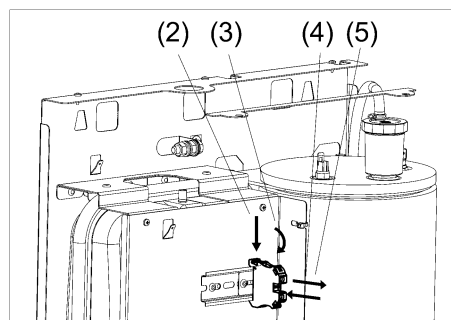

Рисунок 18. Замена клеммных колодок
- (1) Отсоедините провода от колодки, которую требуется заменить (см. рис. 18);
- (2) Используя плоскую отвёртку отогните “язычок” колодки во внешнюю сторону;
- (3) Поверните колодку на угол  $10 \div 15^\circ$ ;
- (4) Снимите колодку с DIN-рейки;
- (5) Поставьте новую колодку на DIN-рейку взамен прежней;
- (6) Подсоедините к новой колодке отсоединённые провода.